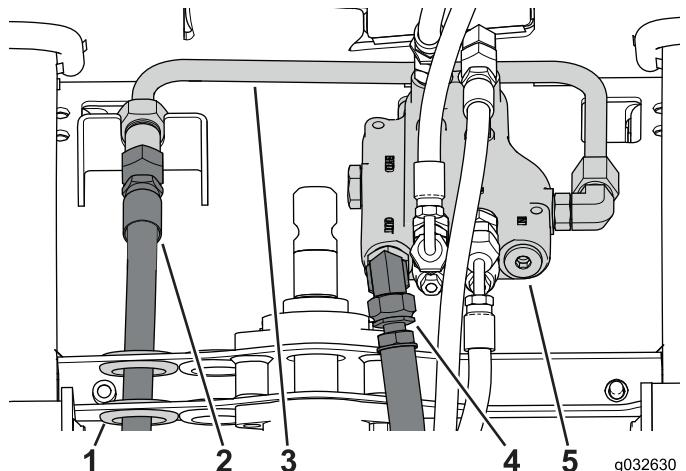

Figura 106
1. Coloque un recipiente adecuado debajo de la válvula de control (Figura 106).
2. Desconecte la manguera de alimentación del conector del tubo y extráigala del orificio pasante (Figura 106).